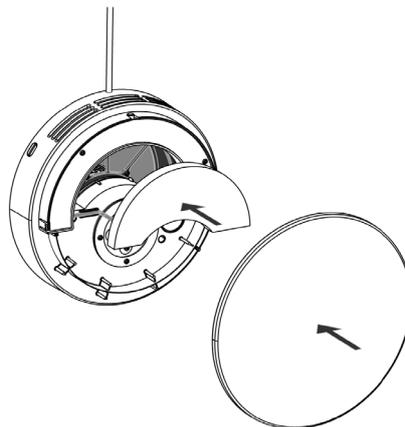

Figure 36 - Placez un nouveau filtre interne dans la centrale.
9. Détachez le couvercle intérieur et placez un nouveau filtre dans la centrale. Veillez à insérer le filtre dans la centrale par le côté lisse (voir Figure 36 ci-dessous).